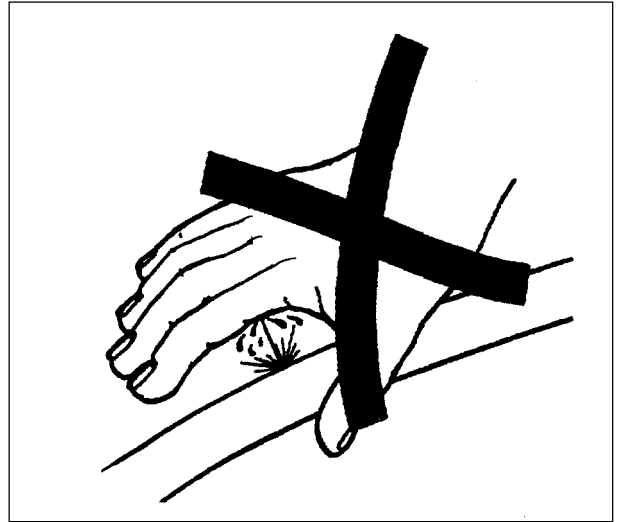

Fig. 2-8
**ADVARSEL:** Brændstoffet eller hydraulikvæskerne under tryk kan trænge gennem huden og øjnene og resultere i alvorlige kvæstelser, blindhed eller dødsfald. Lækager af væsker under tryk kan være usynlige. Når du leder efter lækager, skal du anvende et stykke pap eller træ. Brug aldrig bare bænder. Bær altid beskyttelsesbriller for at beskytte øjnene. Hvis væsken trænger ind under huden, SKAL den fjernes kirurgisk af en speciallæge inden for nogle få timer efter ulykken (fig. 2-8).